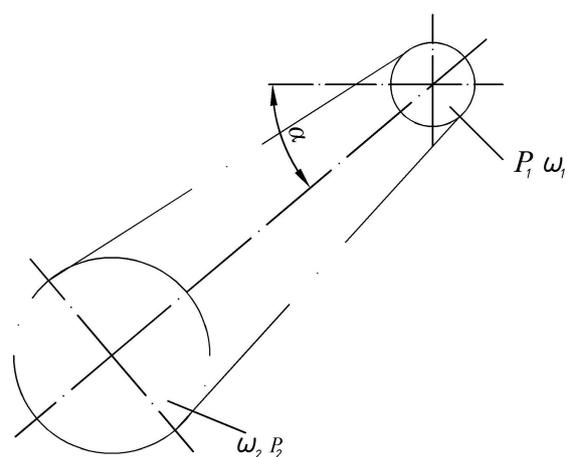

Рис. 2.4. Расчетная схема к задаче №4
4. Рассчитать передачу втулочной цепью (рис. 2.4). Мощность на ведущей звездочке P_1 , угловая скорость ее ω_1 и угловая скорость ведомой звездочки ω_2 приведены в табл. 2.4. Передача расположена под углом к горизонту $\alpha = \pi/4$ рад.